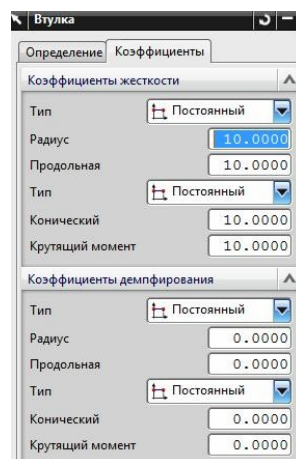
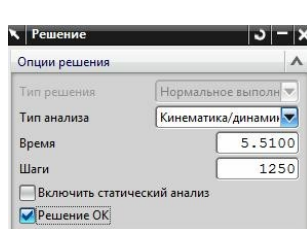

рис.21
Рис.23
- Самым сложным при назначении данной связи является указание нужных коэффициентов на одноименной закладке (рис.21). Дело в том, что *резиновая втулка* позволяет перемещение соединяемых тел вверх – вниз (*Продольная*), вправо – влево (*Радиус*), вокруг оси втулки по часовой стрелке – против часовой стрелки (*Крутящий момент*). И для каждого из перечисленных движений нужно задать требуемые коэффициенты упругости (жесткости) и демпфирования (рис.21). Рекомендуемые значения этих коэффициентов для вашего примера показаны на рис.21. Рекомендуемые параметры *Решения* представлены на рис. 23.